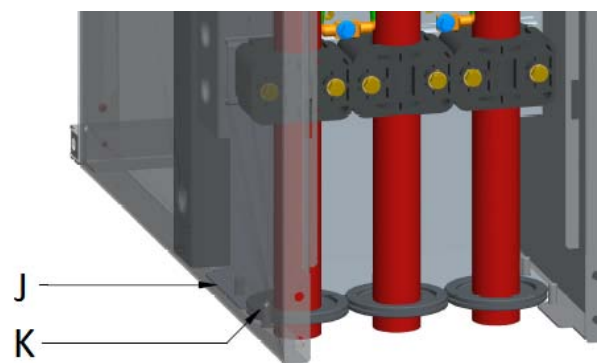

Figure 27: Positionner la tôle de fond arrière
- Placer la tôle de fond (Figure 27 J) directement dans le compartiment câbles et positionner les caoutchoucs (Figure 27 K) de manière à ce que les tôles de fond soient fixées.